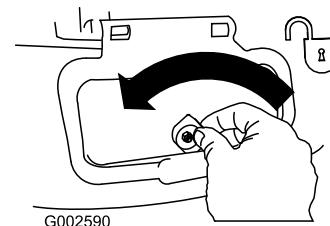

Figure 32
- Déverrouillez le volet d'éjection latérale (Figure 32).